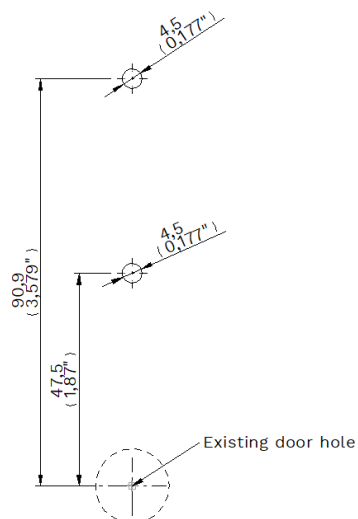

Figura 2. Orificios de fijación para el montaje de cerraduras.
- o NOTA: Para evitar problemas de montaje es necesario taladrar los agujeros de fijación con la herramienta suministrada por OJMAR. Las dimensiones y posiciones de estos orificios se muestran a continuación en la Figura 2.
1. Perfore los orificios necesarios en la puerta del mueble según la plantilla de perforación que se muestra en la Figura 2.